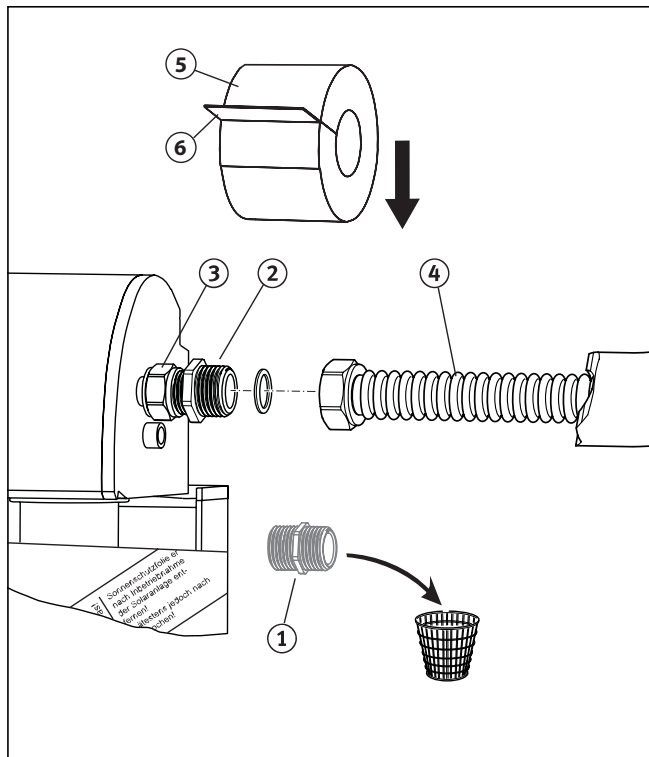

Abb. 8.3 Vor- und Rücklauf mit Schlauchleitung anschließen
- Entfernen Sie den vorhandenen Doppelnippel (Abb. 8.3, Pos. 1) vom Kollektor.